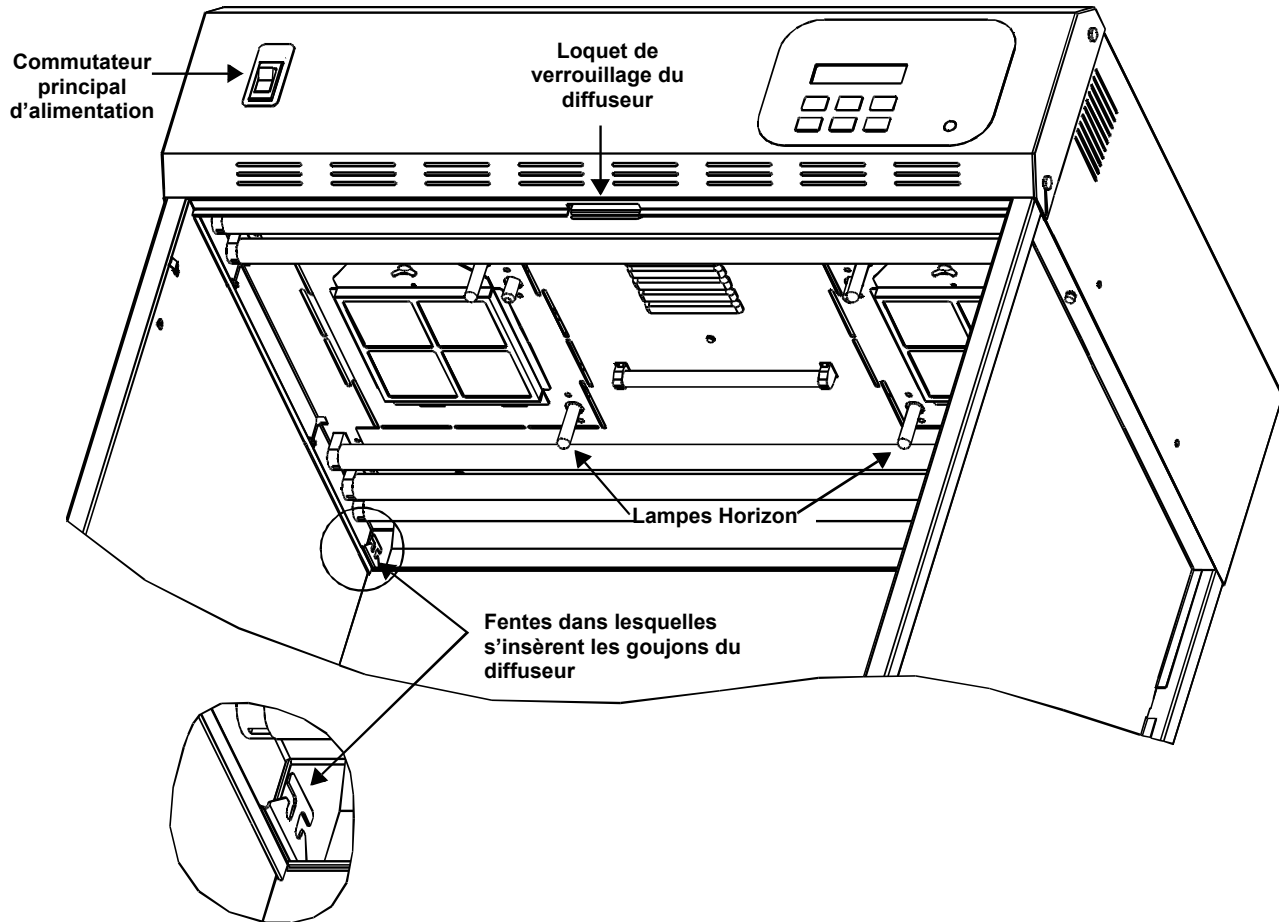

Figure 8. Montage du diffuseur sur le luminaire
15. Insérez les goujons du diffuseur dans les fentes situées dans les coins inférieurs à l'arrière du châssis du luminaire. La face lisse du diffuseur doit être tournée vers l'intérieur du luminaire et sa face texturée vers l'extérieur, c.-à-d. vers l'intérieur de la cabine. Voir Figure 8.